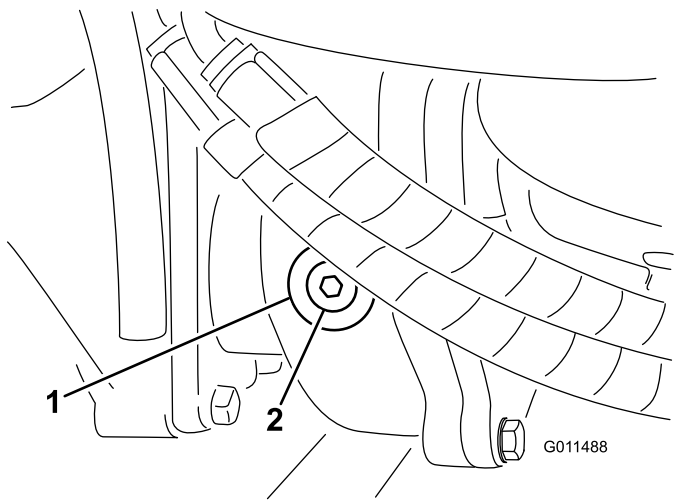

図 74
2. ギアボックスの左側から点検・補給用プラグを抜き、穴の高さまで潤滑油があることを確認する 図 74。